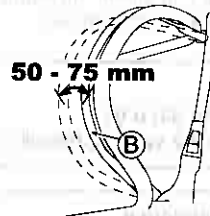

Afb. 25.
Stel deze zo in dat het mes gaat draaien als de afstand tussen de meshandel (C) en het handvat 75 - 100 mm is, met de gele knop ingedrukt, zoals in. (Zie afb. 25.)